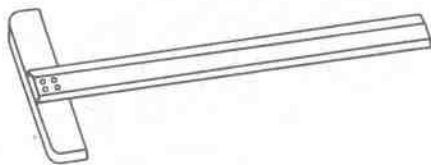

图 1—2 丁字尺
(3) 三角板（见图 1—3）。机械制图用的三角板基本上是由木材或塑料制成，每副两块。